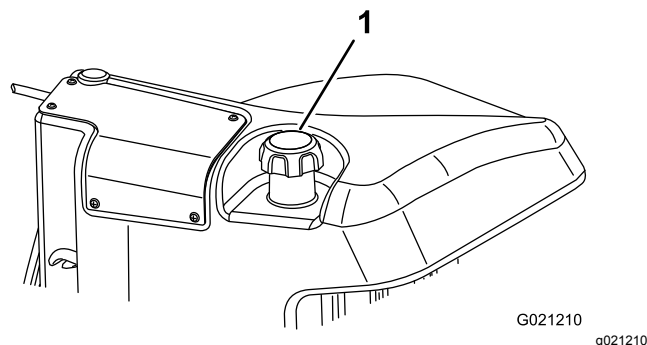

Figura 28
3. Togliete il tappo dal serbatoio carburante (Figura 28).